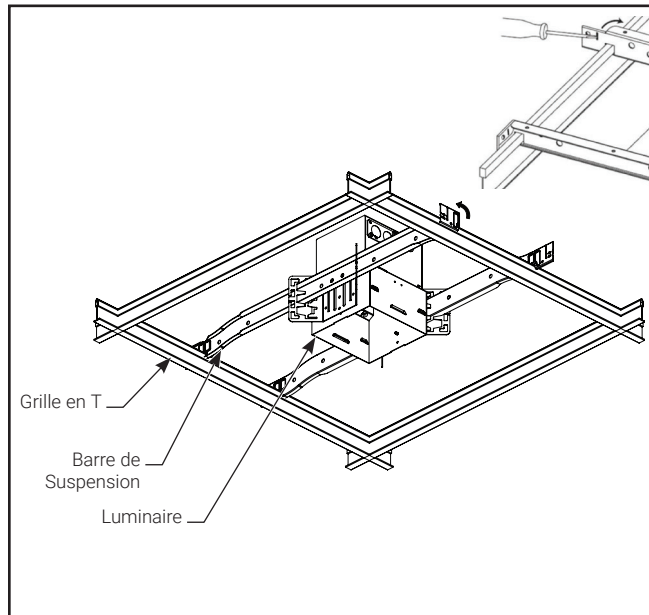

Figure 2.
- Installez la section de gobetis à la barre en T ou à la structure du plafond à l'aide des barres de suspension faciles à installer au luminaire (Figure 2). Fixez les supports de barre en place en pliant les sections d'extrémité pour les verrouiller à la grille (Figure 2).